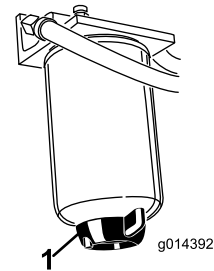

Figura 30
Retire água ou outro tipo de contaminação do separador de água (Figura 30) diariamente.
2. Liberte o tampão de escoamento que se encontra na zona inferior do recipiente do filtro (Figura 30).